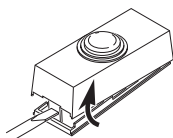
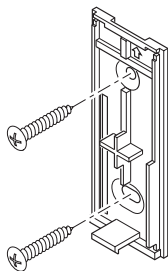

Figura 6
Figura 7
- Retire la pestaña naranja de la batería del botón pulsador.** Extraer la parte posterior de la caja presionando la aleta en el botón con un destornillador pequeño (vea la Figura 6). Quite la aleta anaranjada de la batería.
- **Montaje con tornillos:** Para montar con tornillos, quite la parte de atrás de la caja empujando hacia adentro la lengüeta de abajo con un destornillador pequeño y girando la cuchilla (vea la Figura 6). *Nota:* Quite la suciedad de los orificios para tornillos (si es necesario) antes de poner los tornillos. Coloque la parte de atrás de la caja contra la jamba o la pared (vea la Figura 7). Encaje a presión la parte frontal del pulsador.